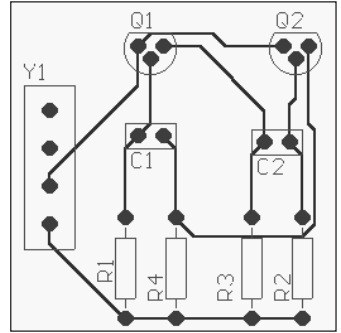

図8 - マニュアルで配線された基板 - すべてのトラックはボトム・レイヤーに配置されています。
- ▶ 同じ手順で残りの基板の配線を行ってください。図 8 はマニュアルで配線された基板です。